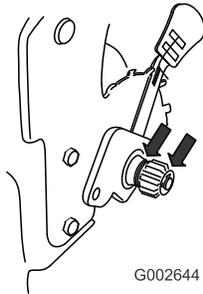

Figure 40
2. Appliquez une couche d'huile de graissage à l'intérieur et à l'extérieur des engrenages, comme illustré (Figure 40).